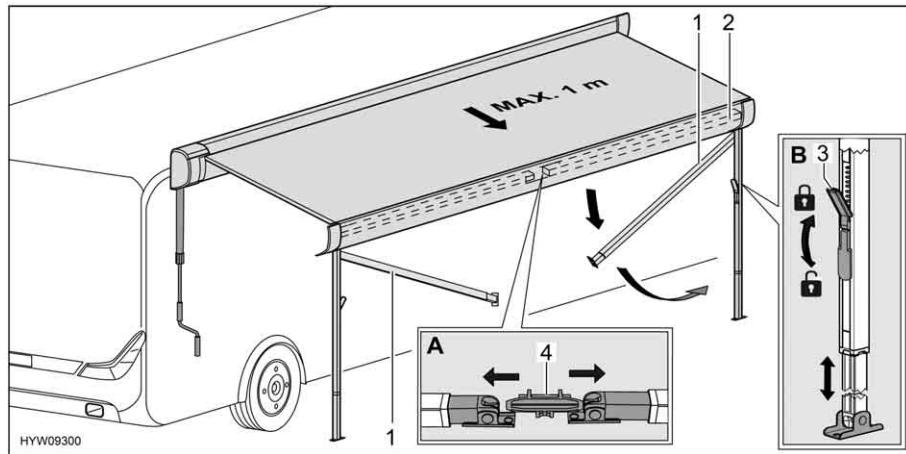

Fig. 37 Preparazione dei montanti di supporto
- Sbloccare i montanti di supporto (Fig. 37,1) dal supporto (Fig. 37,4) nel listello anteriore (Fig. 37,2). A tale scopo, premere leggermente verso l'esterno i montanti di supporto (Fig. 37,A).
- Allentare i blocchaggi (Fig. 37,3) dei montanti di supporto. A tale scopo, ripiegare la leva di serraggio verso il basso.
- Estrarre la parte inferiore dei montanti di supporto fino alla lunghezza desiderata (Fig. 37,B).
- Chiudere i blocchaggi (Fig. 37,3) dei montanti di supporto. A tale scopo, tirare verso l'alto la leva di serraggio.